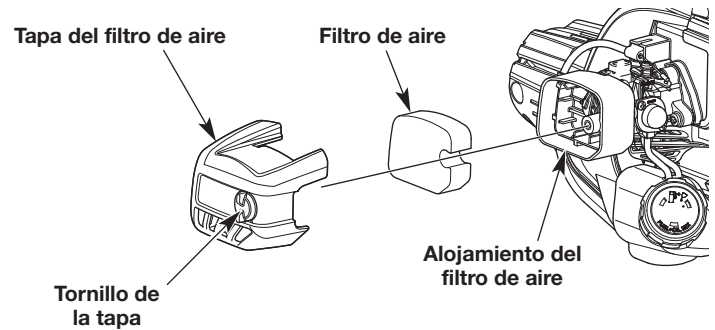

Fig. 18
1. Abra la tapa del filtro de aire para lo cual debe aflojar el tornillo de la tapa (Fig. 18).
2. Extraiga el filtro de aire de su alojamiento (Fig. 18).
6. Vuelva a instalar el filtro de aire en su alojamiento (Fig. 18).